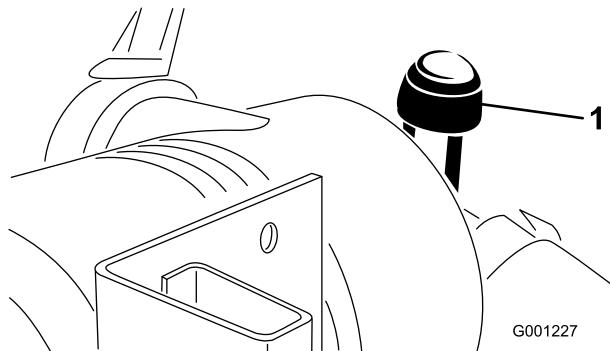

Figura 46
- Efectue a manutenção do filtro de ar quando o indicador do filtro de ar (Figura 46) ficar vermelho ou a cada 400 horas (com maior frequência em condições de trabalho muito sujas ou poeirantas). Não efectue a manutenção do filtro de ar com demasiada frequência.
9. Reinicie o indicador (Figura 46), se este estiver vermelho.